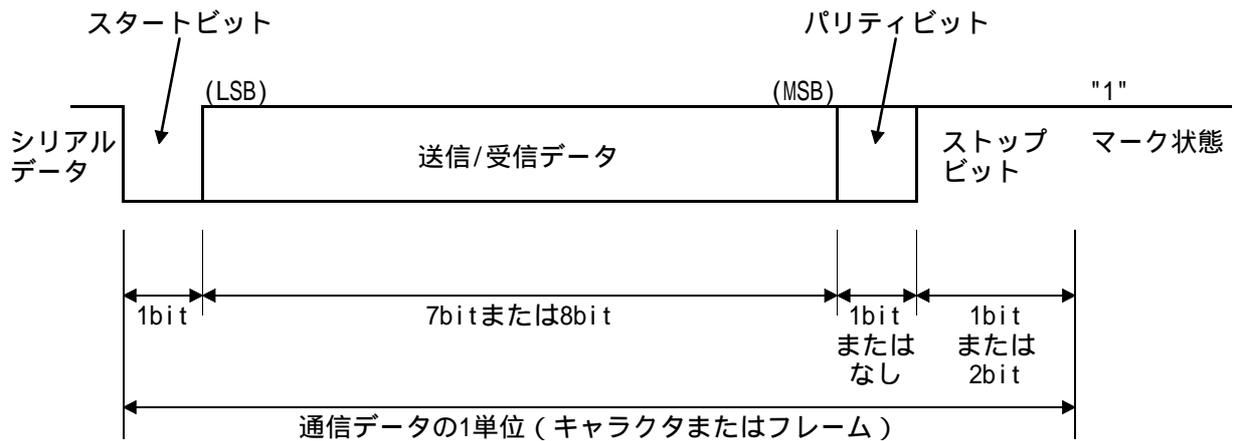

図3 調歩同期式通信のデータフォーマット
- ・図3に調歩同期式通信のデータフォーマットを示します。調歩同期式通信では、通信回線は通常マーク状態 ("High" レベル) に保たれています。SCI3では通信回線を監視し、スペース ("Low" レベル) になったところをスタートビットとみなしてシリアル通信を開始します。